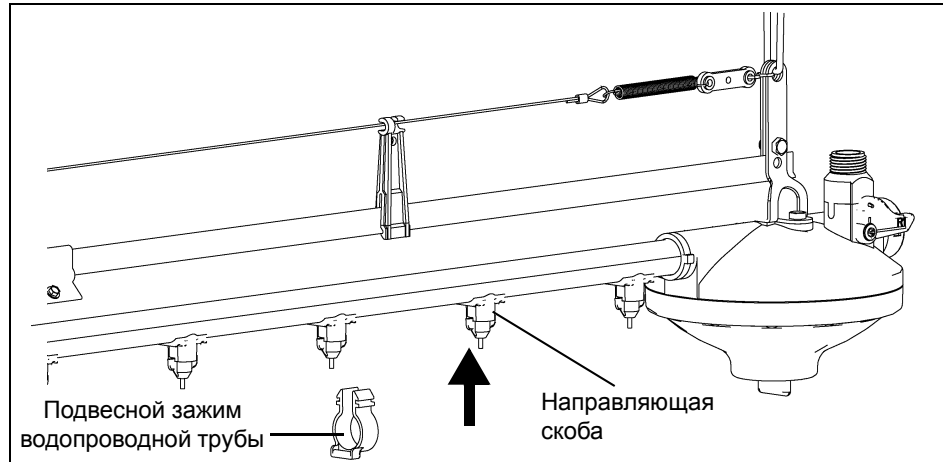

Рисунок 7F
3. Закрепите водопроводную трубу на рельсе, поместив подвесной зажим водопроводной трубы под водопроводную трубу и защелкнув его на рельсе. Рельс должен входить в первый паз от верхней части. *См. Рисунок 7F.*
- а. Чтобы правильно центрировать систему, как минимум два (2) подвесных зажима водопроводной трубы должны фиксироваться в направляющих скобах. Желательно рядом с концами секций водопроводной трубы.
- б. На каждые десять футов (10') водопроводной трубы требуется шесть (6) подвесных зажимов. Размещайте зажимы как можно более равномерно.